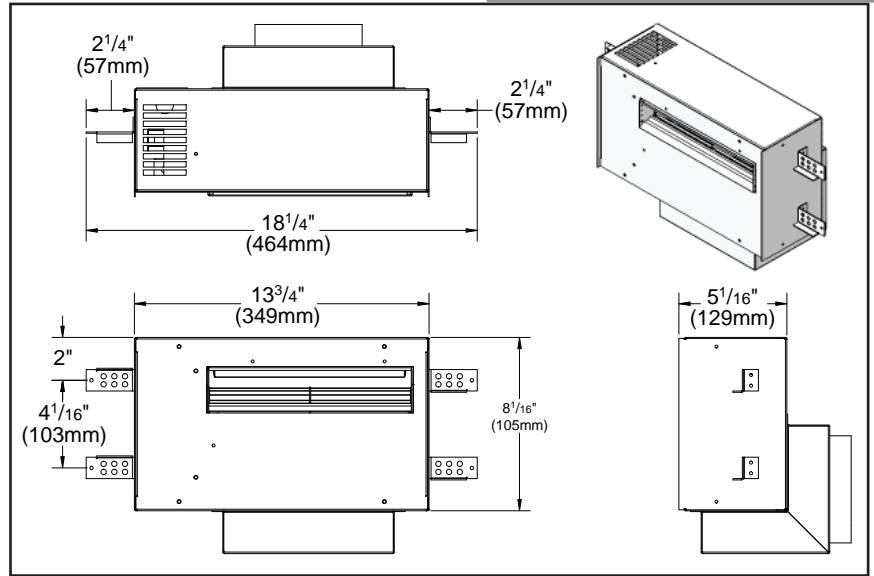
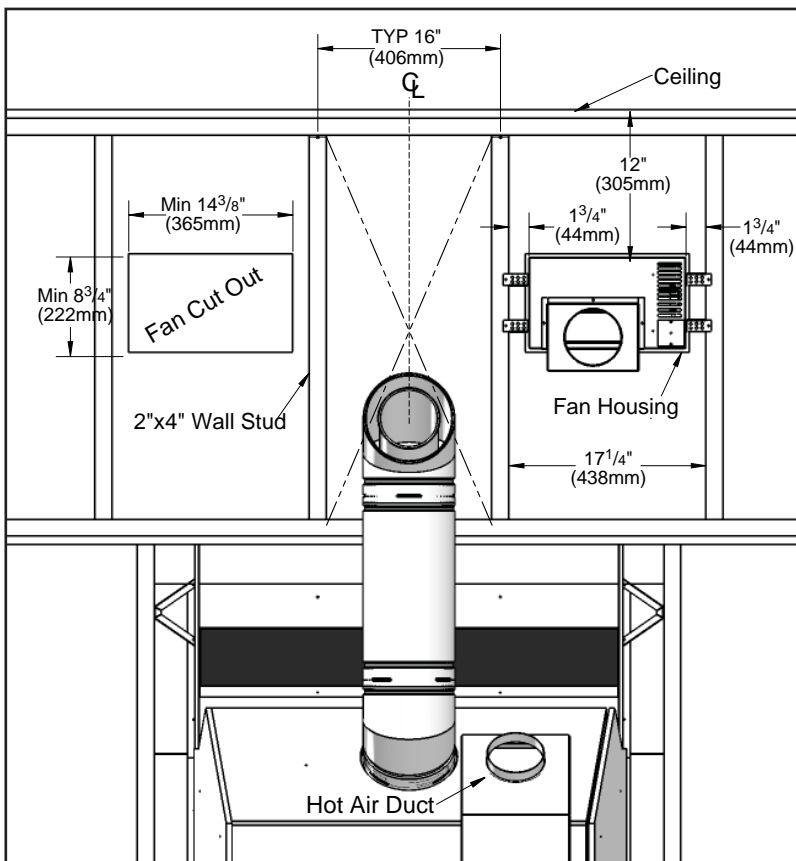

Figure 5 : Dimensions globales du compartiment du ventilateur.
Figure 6 : Dégagements d'installation minimum pour le ventilateur.
4. Avec la "FIGURE 5: DIMENSIONS "OVERALL" DU COMPARTIMENT DU VENTILATEUR." et la "FIGURE 6: DÉGAGEMENTS D'INSTALLATION MINIMUM POUR LE VENTILATEUR." Coupez une ouverture pour le ventilateur dans le panneau mural; minimum de 14" par 8". Il ne paut pas être moins de 12" du plafond et de 1 3/4" entre le compartiment du ventilateur jusqu'au montant le plus près ou tout autre matériel combustible. N'installez pas en avant de l'évent.